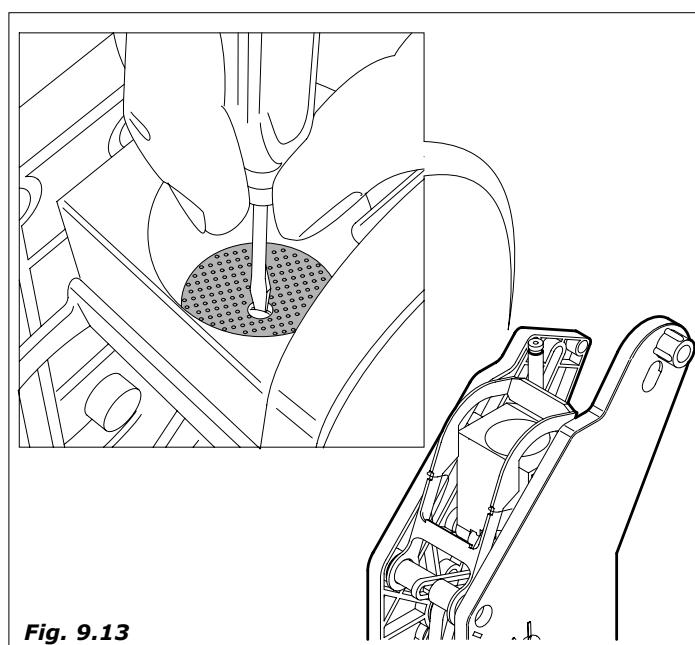

Fig. 9.13
- Destornillar el tornillo (*Fig. 9.13*), lavar el filtro (2) y si es necesario sustituirlo.